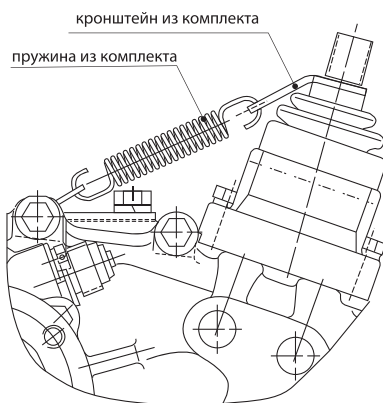

Рис. 15
6. Произведите сборку механизма РК в соответствии с **Рис. 15**.